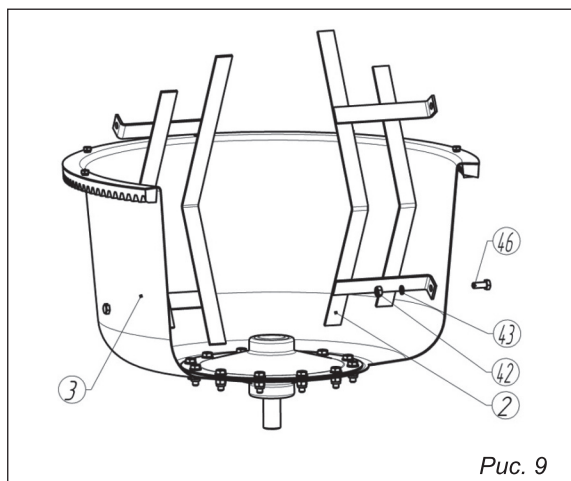

Рис. 9
6.6. Установка лопаток на нижней половине бака (рис. 9)